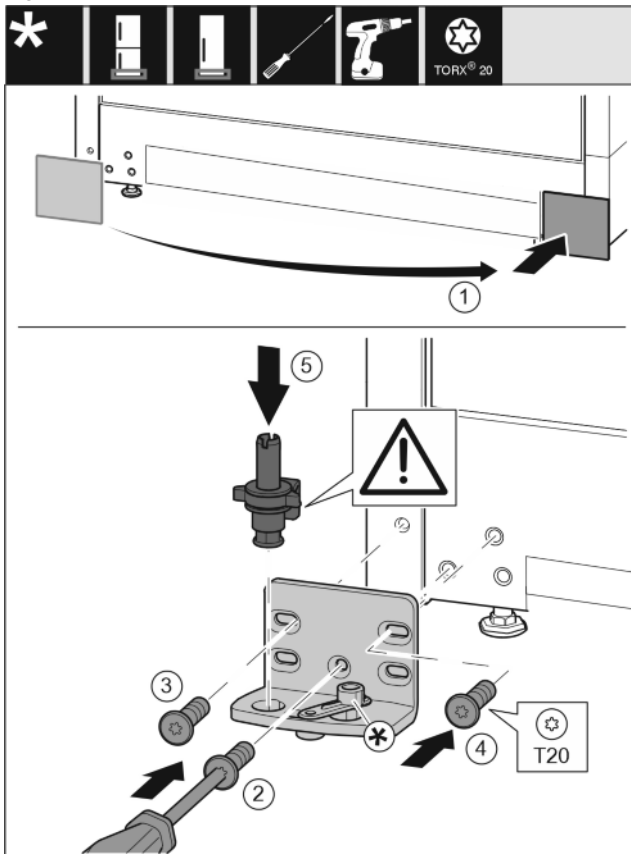

Fig. 21
- ▶ Abdeckung abnehmen und auf der anderen Seite anbringen. Fig. 21 (1)
- ▶ Lagerbock auf der anderen Seite ansetzen und mit Hilfe eines Schraubendrehers T20 anschrauben. Mit Schraube 2 unten in der Mitte beginnen. Fig. 21 (2)
- ▶ Schraube 3 und 4 festschrauben. Fig. 21 (3,4)
- ▶ Lagerbolzen komplett einsetzen. Dabei darauf achten, dass der Rastnocken nach hinten zeigt. Fig. 21 (5)